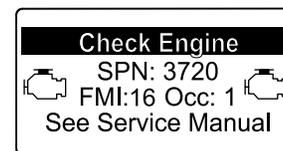

Рисунок 44
- Предупреждение о двигателе SPN 3720, FMI 16 (Рисунок 44)